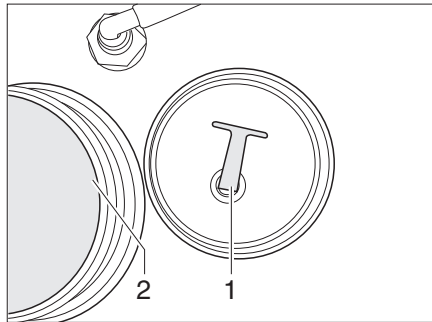

Fig. 138 Réservoir d'eau
- Dévisser le couvercle de fermeture (Fig. 138,2).
- Dévisser le couvercle de fermeture (Fig. 138,2) du réservoir d'eau.
- Dévisser le bouchon de fermeture (Fig. 138,1) de l'ouverture de vidange. L'eau s'écoule.